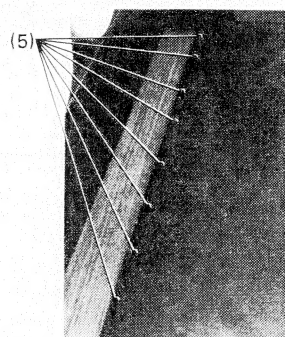

Abb. 6-6
2. Die zehn Befestigungsschrauben (5) aus den Klappenscharnieren herausdrehen (Abb. 6-6).